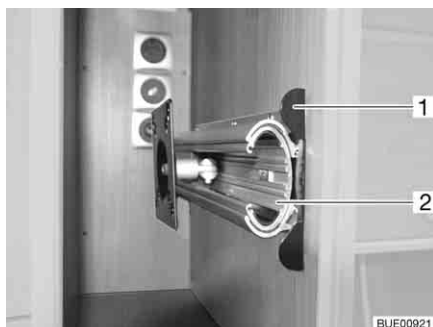

Fig. 50 Supporto nel mobiletto porta TV
- Premere verso l'interno il listello di sblocco (Fig. 50,1).
- Estrarre interamente la base estraibile (Fig. 50,2).
- Inserire la base estraibile Fig. 50,2), finché il listello di sblocco (Fig. 50,1) non si arresta a scatto.